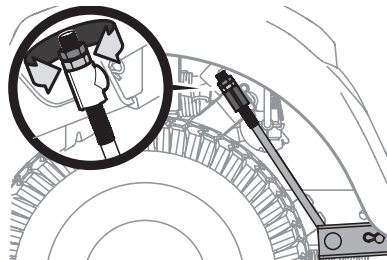

Figura 37
- Debajo de los guardabarros traseros dentro de las ruedas hay una varilla de ajuste de elevación para cada lado de la plataforma. Consulte la Figura 37.